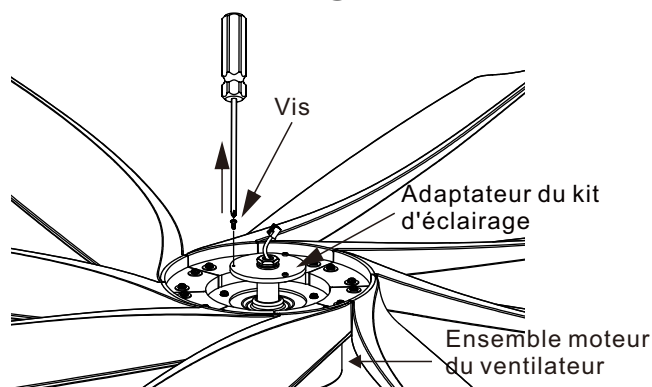

Figure 6
Étape 1: Retirez 3 vis de l'adaptateur du kit d'éclairage (ne pas jeter). (Voir fig. 6)